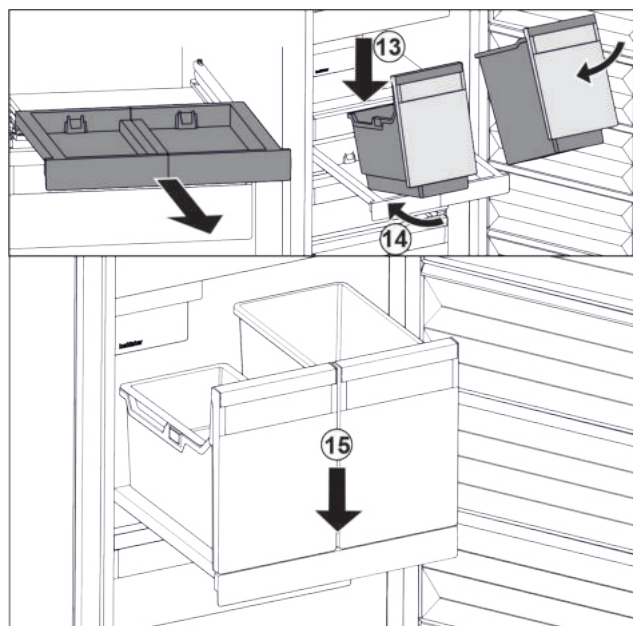

Fig. 28
- ▶ Поставете съда под ъгъл върху изтеглящата се дъска. Fig. 28 (13)
- ▶ Вкарайте съда под ъгъл назад. Fig. 28 (14)
- ▶ Спуснете съда отпред. Fig. 28 (15)